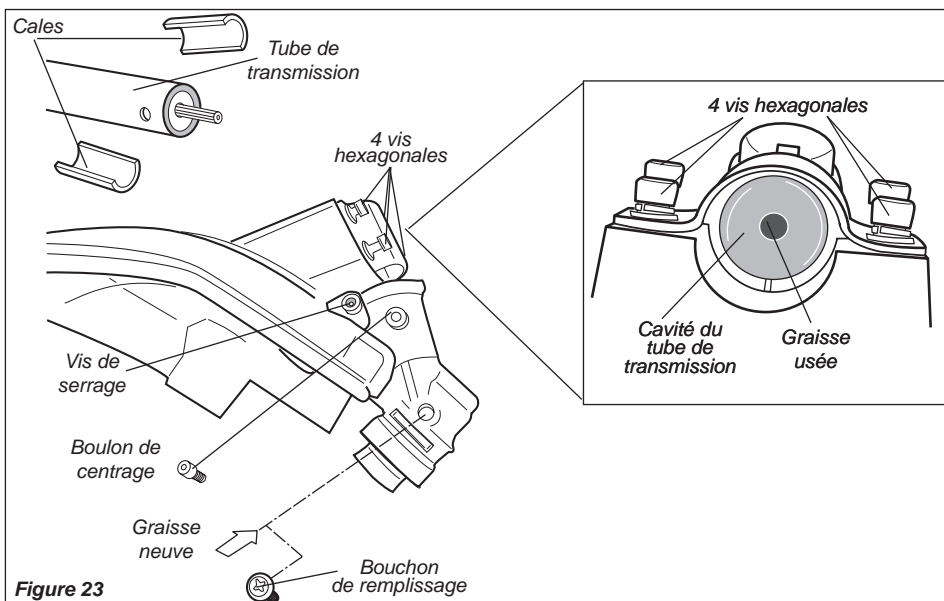

Figure 23
1. Pour effectuer cette opération, ôter tout d'abord le boîtier réducteur et le déflecteur du tube de transmission comme suit. Voir figure 23.